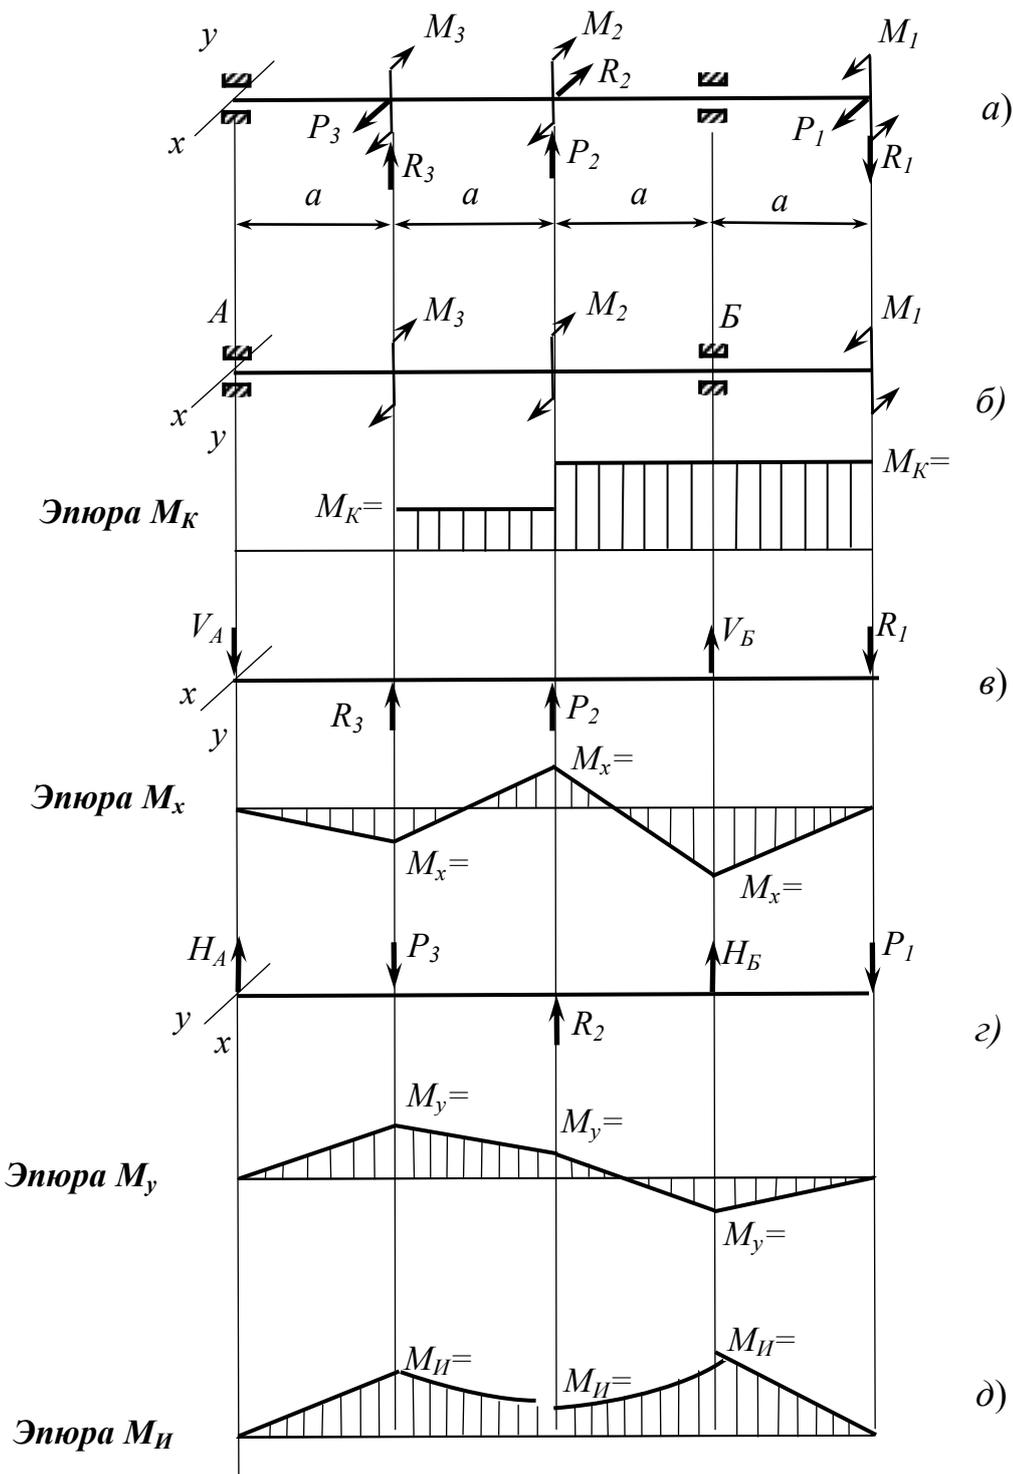

Рис. 10
5. Начертить расчетную схему вала (рис. 10, а).
6. Начертить схему кручения вала и построить эпюру крутящих моментов (рис. 10, б).
7. Начертить схему изгиба вала в плоскости $уoz$ и построить эпюру изгибающих моментов M_x (рис. 10, в).
8. Начертить схему изгиба вала в плоскости xoz и построить эпюру изгибающих моментов M_y (рис. 10, г).
9. Построить эпюру суммарных изгибающих моментов (рис. 10, д).